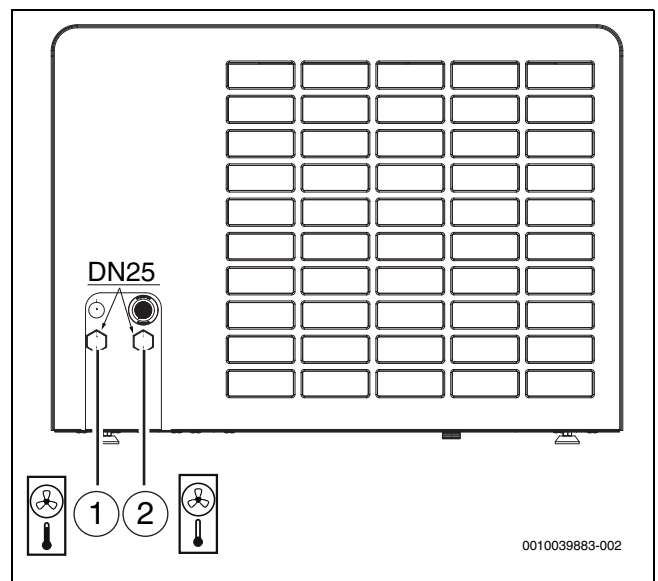

Bild 26 Anschlüsse der Wärmeträgerrohre; Beschreibung gilt für alle Größen
- Vorlaufleitung zur Inneneinheit an den Wärmeträgerausgang an-schließen (→ [1], Abbildung 26).
- Rücklaufleitung von der Inneneinheit an den Wärmeträgereingang anschließen (→ [2], Abbildung 26).